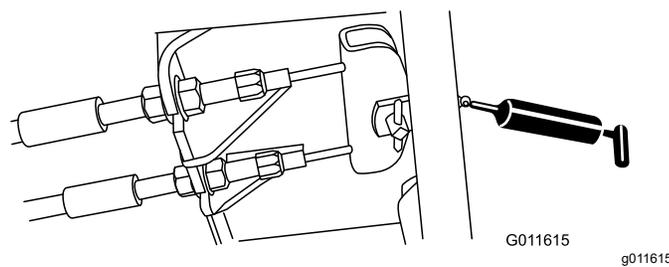

Рисунок 80
- Педаль тормоза (1 шт.) (Рисунок 80)